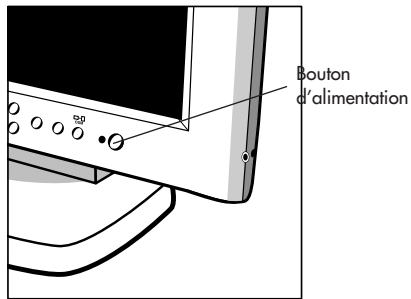

Figure D.1
5. Mettez le moniteur (**Figure D.1**) et l'ordinateur sous tension.